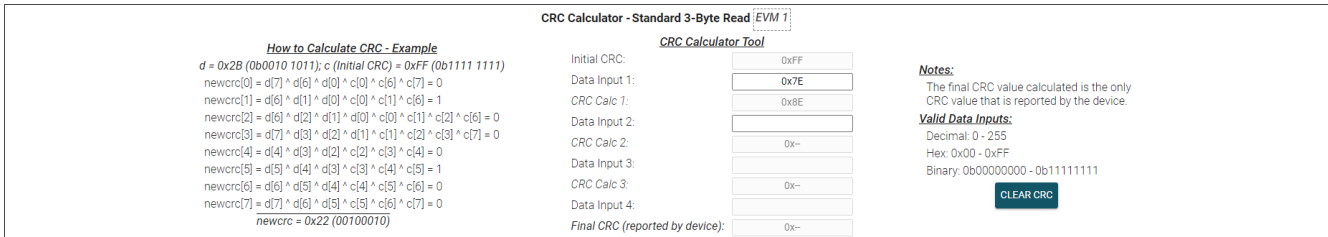

图 3-20. CRC 数据计算 1
- i. 首先，输入 **Register\_Address** 读回的数据，在本例中为 0x7E (参阅下面的图 3-20)。